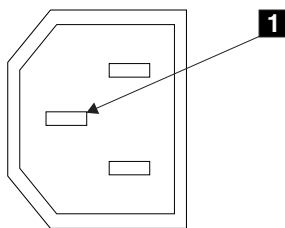

Abbildung 2. Schutzleiterkontakt
6. Führen Sie eine Durchgangsprüfung zwischen dem Rahmen des SAN Volume Controllers 2145-8F2 und dem Schutzleiterkontakt der einzelnen Hauptnetzteilanschlüsse aus. Der Schutzleiterkontakt ist in Abbildung 2 mit **1** gekennzeichnet.